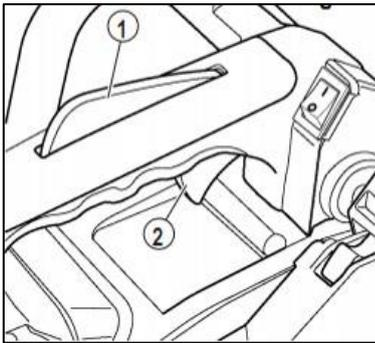

Fig.27
- 9) Presser avec la paume de la main le levier de blocage de l'accélérateur (Fig.27 part. 1) et appuyer ensuite sur le levier de l'accélérateur (Fig. 27part 2); ainsi, « L'AVANCE DE L'ACCÉLÉRATEUR » se désactive, la vitesse du moteur descend jusqu'au ralenti.